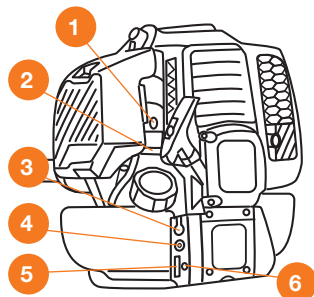

Рис. 13
- Перед первым использованием бензиновой косы произведите полную зарядку аккумуляторной батареи штатным зарядным устройством. Вставьте штекер зарядного устройства в гнездо ④ (Рис. 13) и подсоедините зарядное устройство к сети переменного тока 220-230 В. Индикатор на зарядном устройстве загорится красным светом, и начнется процесс зарядки. Для полной зарядки аккумулятора может потребоваться до 8 часов. После завершения зарядки индикатор на зарядном устройстве изменит свет с красного на зеленый. Отсоедините зарядное устройство от косы, а затем извлеките вилку зарядного устройства из розетки. Производите зарядку аккумуляторной батареи после каждого использования изделия.
- При запуске холодного двигателя прокачайте 4-5 раз ручным топливным насосом (прайммером) ② топливо в карбюратор, до его заполнения и переведите рычаг воздушной заслонки ① в положение «ЗАКРЫТО» (Рис 13). При запуске прогретого двигателя перекрывать воздушную заслонку не обязательно.
- Запуск с помощью электростартера - установите косу на ровную поверхность нажмите кнопку стартера ③, при этом загорится индикатор ⑥, удерживайте кнопку ③ до запуска двигателя (Рис. 13). Не удерживайте её нажатой более 5 секунд, если двигатель не
- В случае отказа работы стартера проверьте и замените плавкий предохранитель 5 (Рис. 13).